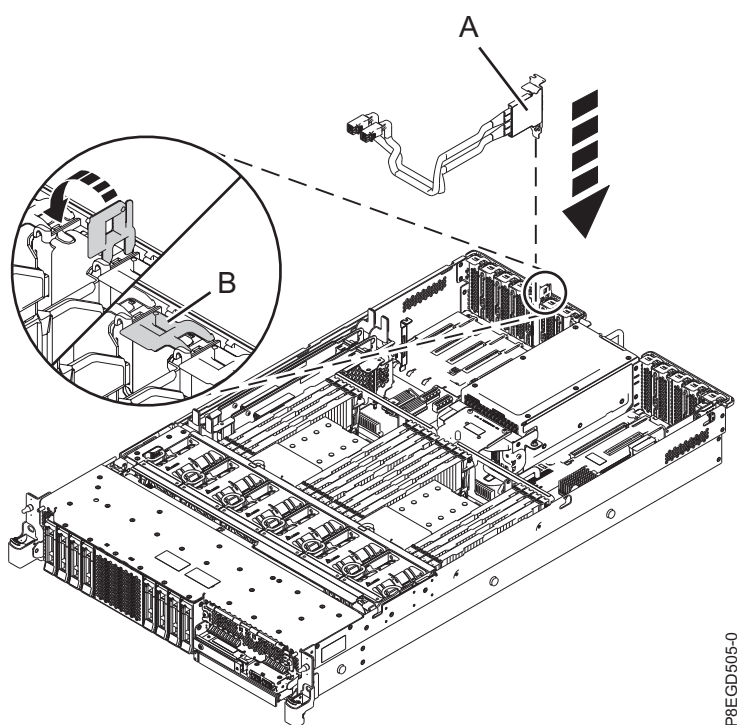

Figura 5. Instalación del cable SAS posterior
2. Coloque el cable SAS posterior (**A**) en la ranura P1-C8 del adaptador PCI. Cierre la pieza de retención del adaptador PCI (**B**), como se muestra en Figura 5.